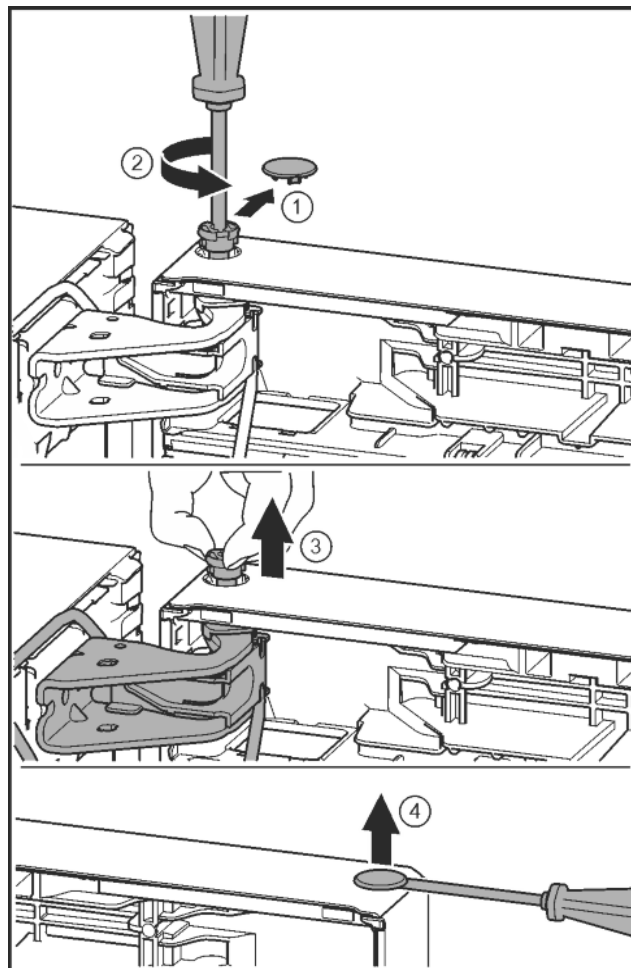

Fig. 23
- ▶ Осторожно снять предохранительную крышку. Fig. 23 (1)
- ▶ Немного выкрутить палец отверткой T15. Fig. 23 (2)
- ▶ Удерживать дверь и вытянуть палец рукой. Fig. 23 (3)
- ▶ Осторожно приподнять шлицевой отверткой заглушку из опорной втулки двери и вынуть. Fig. 23 (4)